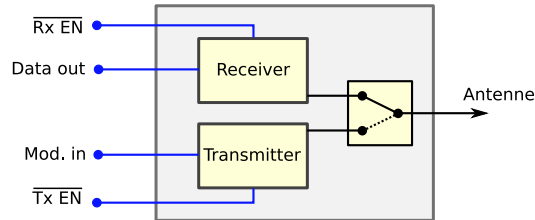

Abbildung 1: Prinzipieller Aufbau des Funkmoduls
- Das Funkmodul wird über 4 Leitungen gesteuert (siehe auch Abbildung 1):